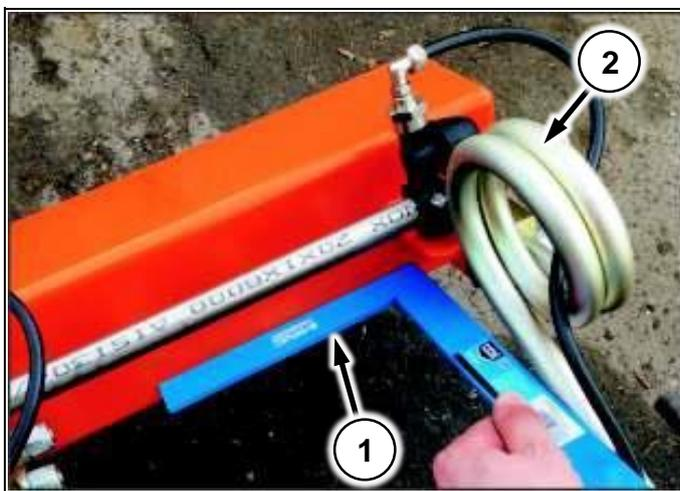

Рис. 183
2. Поднесите угольник (Рис. 183/1) к плоскости консоли
3. Поверните пружину в замке (Рис. 183/2) так, чтобы она стала параллельна угольнику.